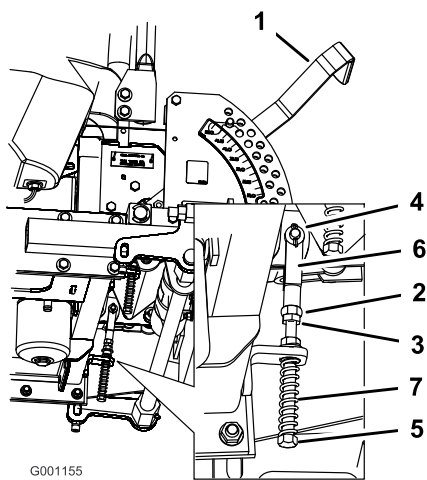

Figure 70
8. Si un réglage s'impose, desserrez l'écrou et l'écrou de blocage (Figure 70).
9. Appliquez une légère pression à l'arrière du levier, et tournez la tête du boulon de réglage dans le sens voulu pour centrer le levier à la position de verrouillage du point mort (Figure 70).
10. Serrez l'écrou et l'écrou de blocage (Figure 70).